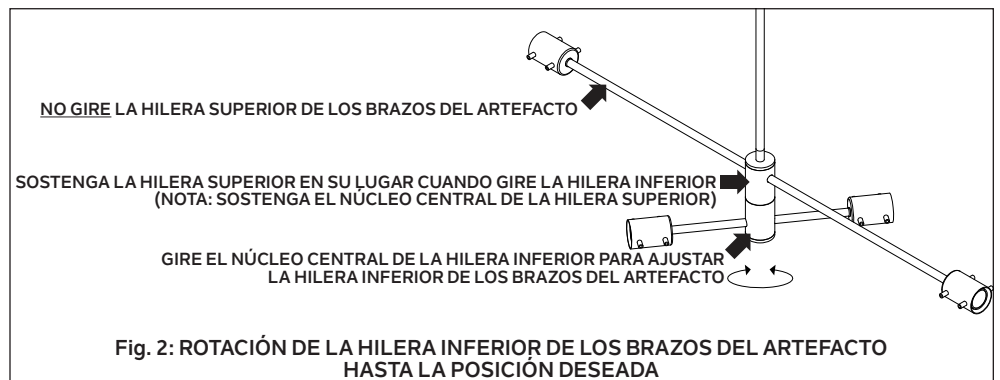

Fig. 2: ROTACIÓN DE LA HILERA INFERIOR DE LOS BRAZOS DEL ARTEFACTO HASTA LA POSICIÓN DESEADA
- Mientras sostiene la hilera superior **[L]** de los brazos del artefacto en su lugar (**NOTA: Sostenga el núcleo central de la hilera superior**), gire la hilera inferior **[M]** de los brazos del artefacto a la posición deseada como se muestra a continuación (**NOTA: Gire el núcleo central de la hilera inferior**). Ver Fig. 2: